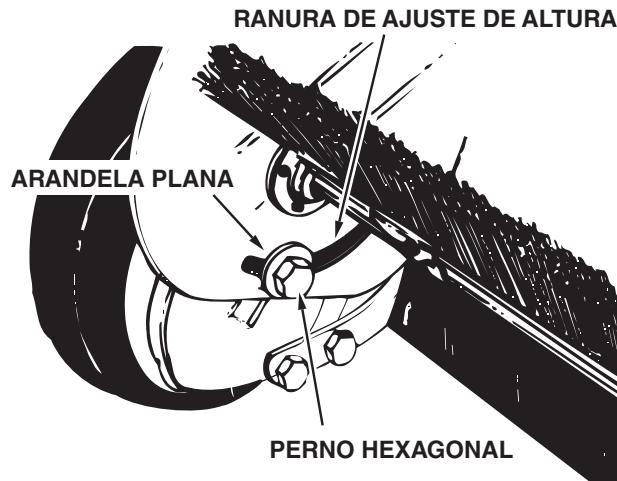

FIGURA 20
- Haga una revisión para verificar que no haya partes dañadas, como los cepillos y las ruedas. Vea la figura 20.